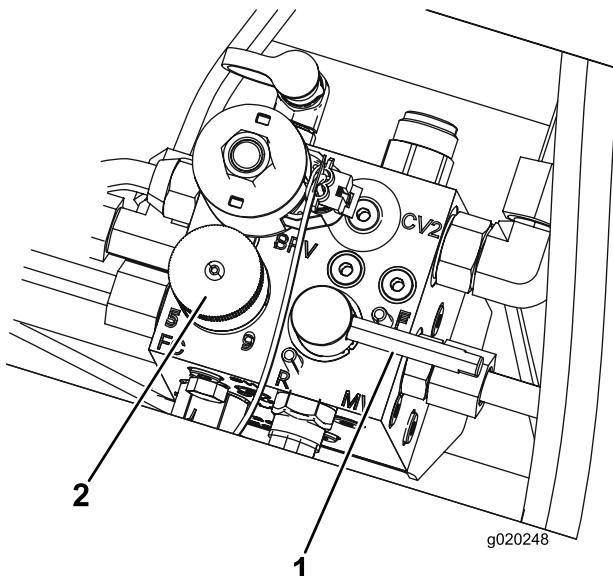

Figure 85
5. Réglez le bouton de commande de vitesse des cylindres à la position 1 (Figure 85).
| 6. Tournez le levier de rodage à la position R (rodage) (Figure 85). |                                                |